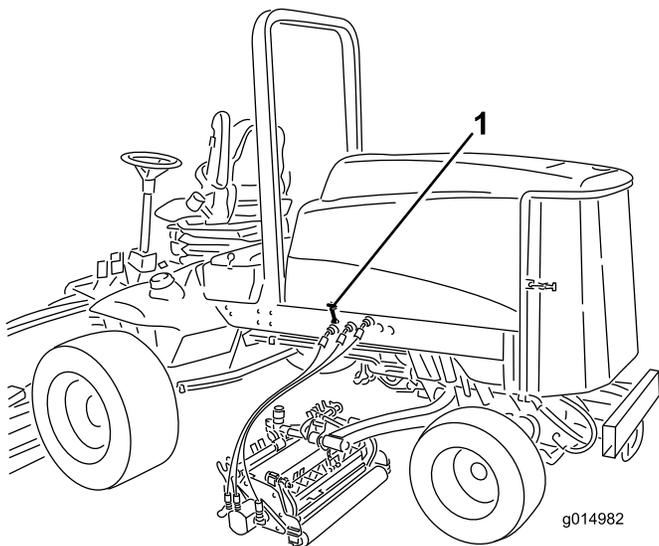

Figura 4
1. Desenganche el cierre del capó del cerradero del capó.(Figura 4).